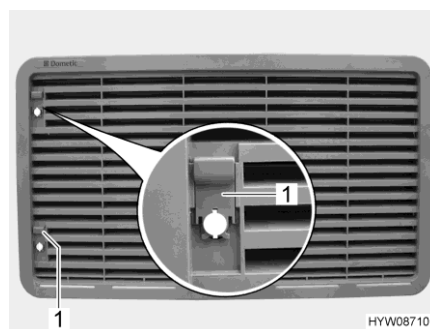

Fig. 203 Rejilla de ventilación del frigorífico
- Empujar la corredera (Fig. 203,1) hacia arriba.